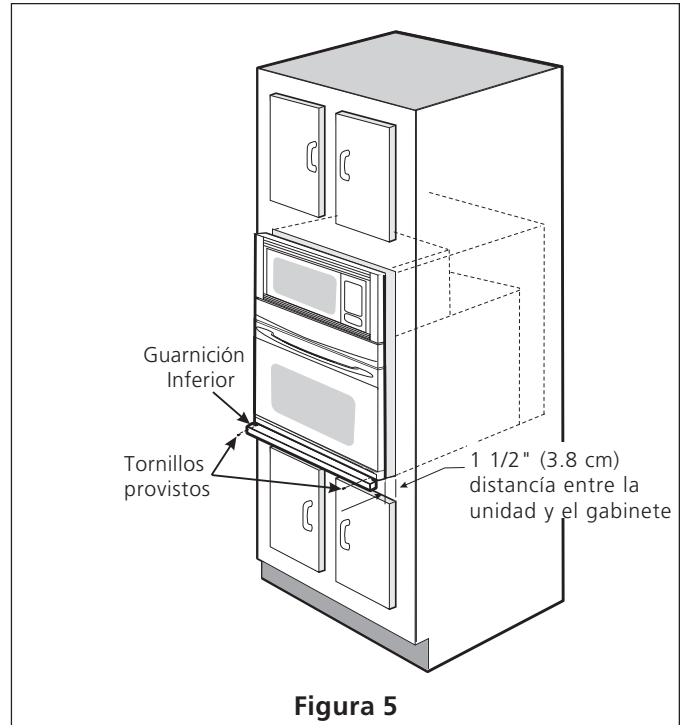

Figura 5
3. Insertar el horno en la abertura del gabinete. Deslizar el horno hacia dentro dejando 1 1/2" (3,8 cm) de espacio libre entre el horno y la parte delantera del gabinete (ver la Figura 5). Empujar el cable blindado a través del orificio del gabinete y hacia la caja de paso mientras se desliza el accesorio hacia adentro.